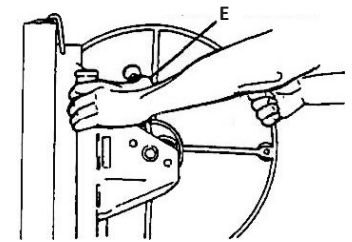

FIG. 3
- Relevez complètement le bras de frein (D). Saisissez le poteau du treuil et tenez fermement le bras de frein avec votre pouce pour éviter tout jeu (E). (Figure 3)